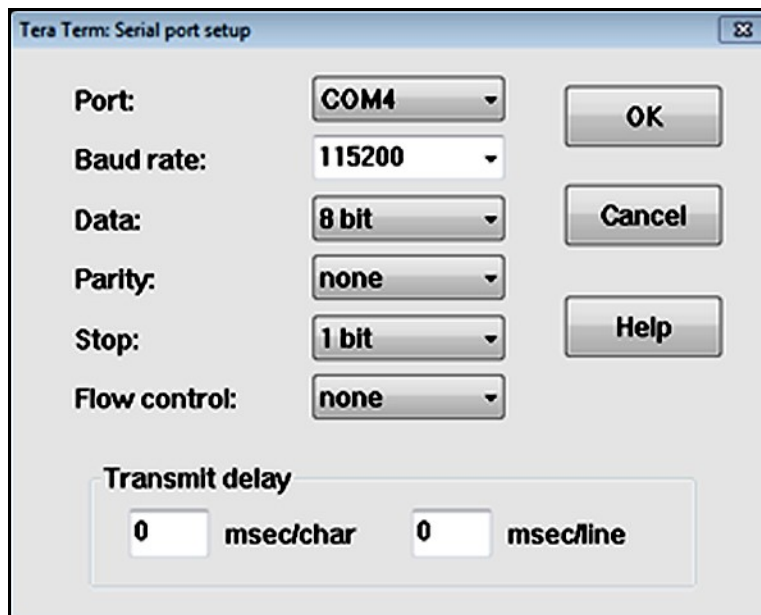

Abbildung 76: Konfigurieren des COM-Ports
6. Klicken Sie im *Tera Term*-Terminalfenster auf das *Setup Menu* und wählen Sie die Option *Serial Port* aus, um den COM-Port wie in *Abbildung 76* unten gezeigt zu konfigurieren. Klicken Sie dann auf **OK**.